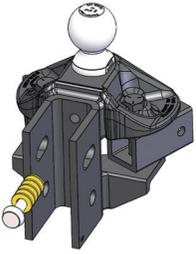

Figura 1
2. Inserte el remache espaciador con arandelas en la parte posterior del cabezal del enganche. Comience con 5 arandelas espaciadoras para la mayoría de las configuraciones. (Figura 1)